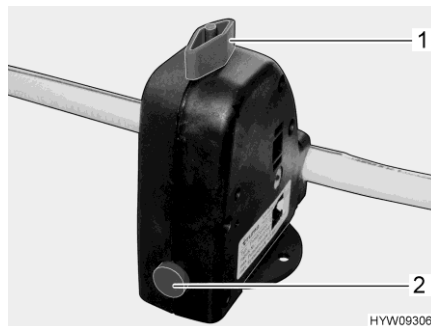

Bild 138 Sicherheits-/Ablassventil (Truma)
- Sicherheits-/Ablassventil (Truma) schließen. Dazu den Drehknopf (Bild 138,1) quer zum Sicherheits-/Ablassventil drehen und den Druckknopf (Bild 138,3) eindrücken.